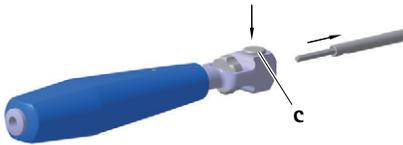

Fig. 2
- Presser le bouton poussoir c et retirer le manche 1, voir Fig. 2.